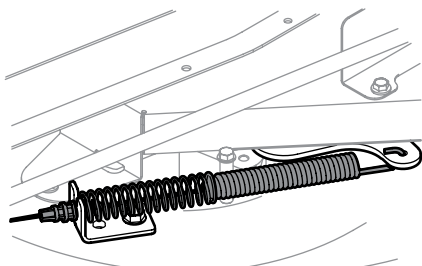

Figura 4-8
- Extraiga con cuidado el cable de la PTO de la parte posterior de la plataforma de corte. Retire el resorte del soporte de polea loca de la plataforma. Consulte la Figura 4-8.